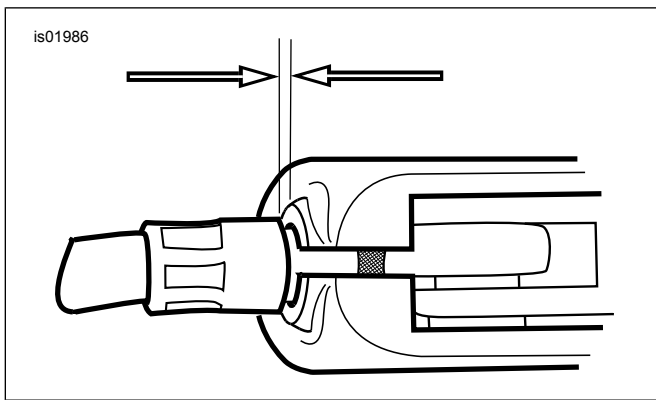

Figure 2. Jeu du câble d'embrayage : 1,6 à 3,2 mm (1/16 à 1/8 po)
- e. Voir Figure 2. Séparer le réglage de câble de l'écrou de blocage jusqu'à ce que le mou du levier de guidon soit éliminé. Retirer la virole du câble d'embrayage du support du levier d'embrayage pour vérifier le jeu. Tourner le réglage de câble afin d'obtenir un jeu de 1,6 à 3,2 mm (1/16 à 1/8 po) entre l'extrémité de la virole du câble et le support du levier d'embrayage.